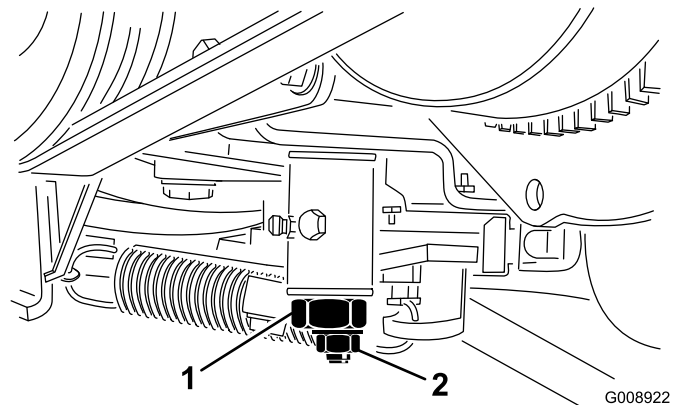

Bild 51
2. Lockern Sie den Anschluss des Gaszuges am Arm der Einspritzpumpe (Bild 51).